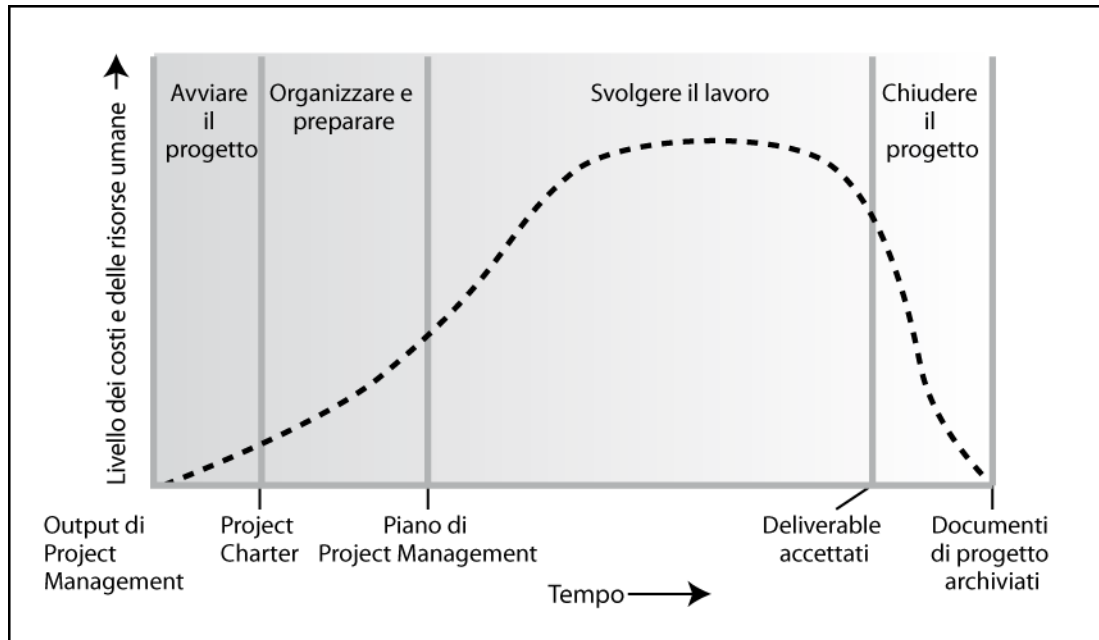

Figura 2-1. Livelli tipici dei costi e delle risorse umane lungo il ciclo di vita del progetto
I progetti variano per dimensioni e complessità. Indipendentemente dal fatto che siano grandi o piccoli, semplici o complessi, tutti i progetti possono essere mappati sulla seguente struttura del ciclo di vita (vedere la Figura 2-1):
- i livelli dei costi e delle risorse umane sono inizialmente bassi, raggiungono il picco durante lo svolgimento del lavoro e si abbassano rapidamente man mano che il progetto si avvicina alla chiusura. La linea tratteggiata nella Figura 2-1 illustra questo andamento tipico;